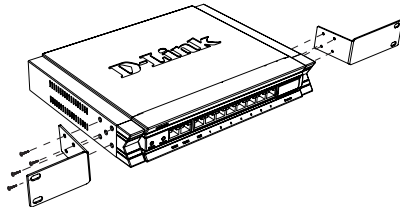

Figura 3. Acoplamiento de los soportes para montaje en bastidor
1. Acople los soportes de montaje a cada lado del chasis, como se muestra en la figura 3 y fíjelos con los tornillos suministrados.